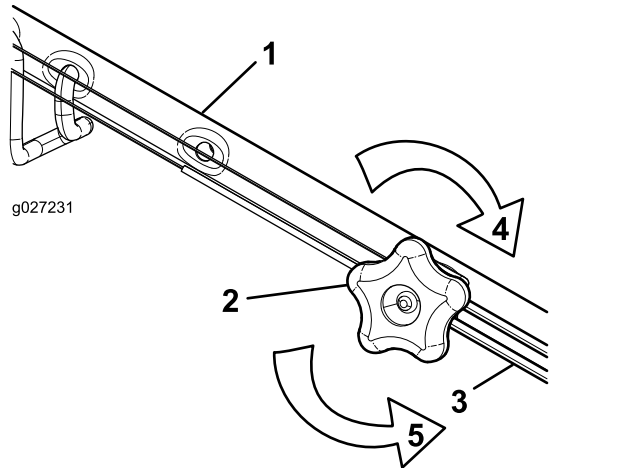

Figura 45
1. Gire el pomo de ajuste en sentido antihorario para aflojar el cable (Figura 45).
2. Ajuste la tensión del cable (Figura 45) tirando del mismo hacia atrás o empujándolo hacia adelante, y manténgalo en esa posición.